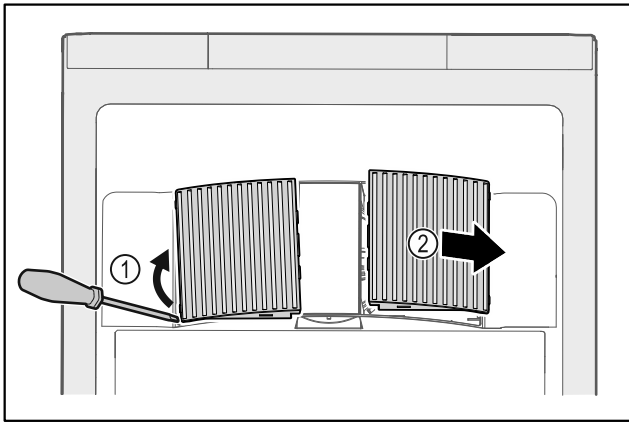

Fig. 234
- ▶ Ventilatorafdekkingen voorzichtig aan de zijkant eruit halen Fig. 234 (1) en naar de voorkant toe verwijderen Fig. 234 (2).